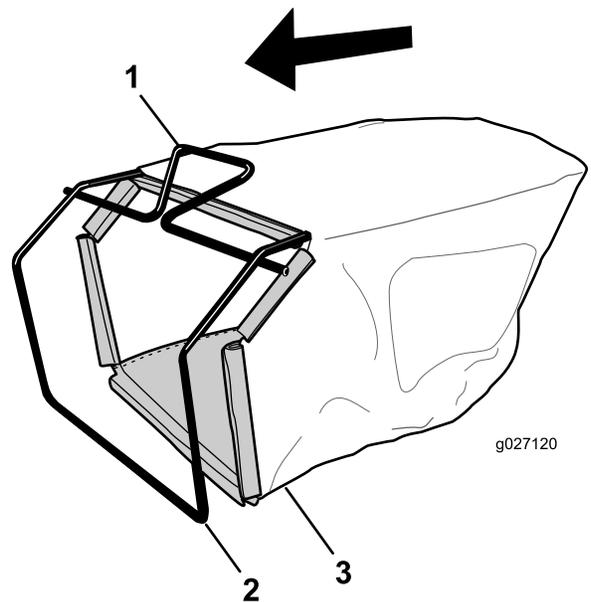

Figura 9
1. Coloque el recogedor sobre el bastidor, según se muestra en la Figura 9.
Nota: No coloque el recogedor sobre el manillar (Figura 9).